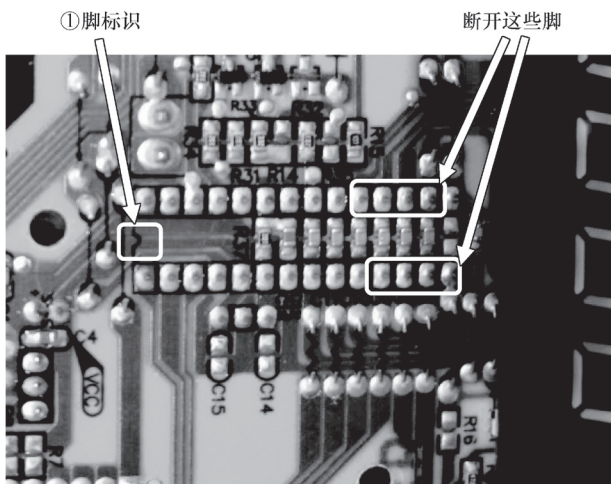

图 6-16 IC1
焊开 CPU 的⑫~⑮、⑳~㉑脚（见图 6-16）等所有键脚试机，故障如故。